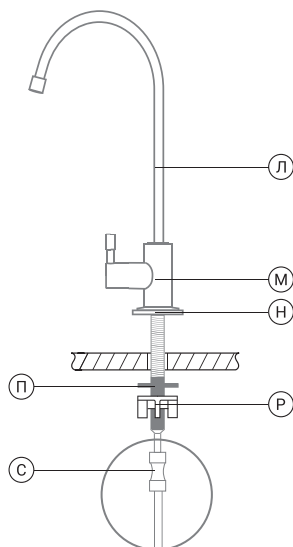

Рис. 20
2. Произведите монтаж крана (рис. 20) в следующей последовательности:
4. Фитинг 1/4" вместе с установленной в него трубкой подключите к штоку крана чистой воды (См. раздел «Присоединение трубок» и (рис. 20)).